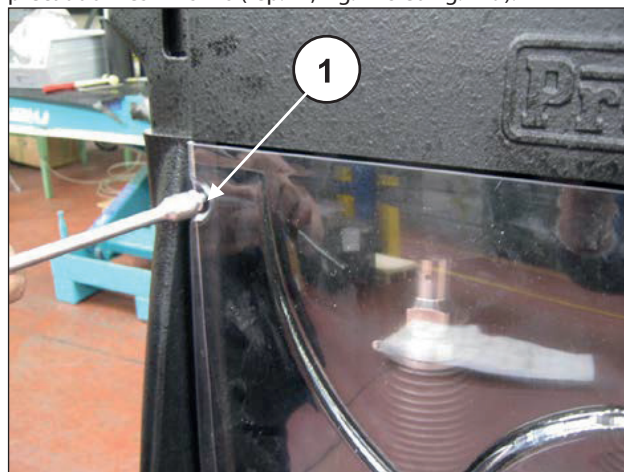
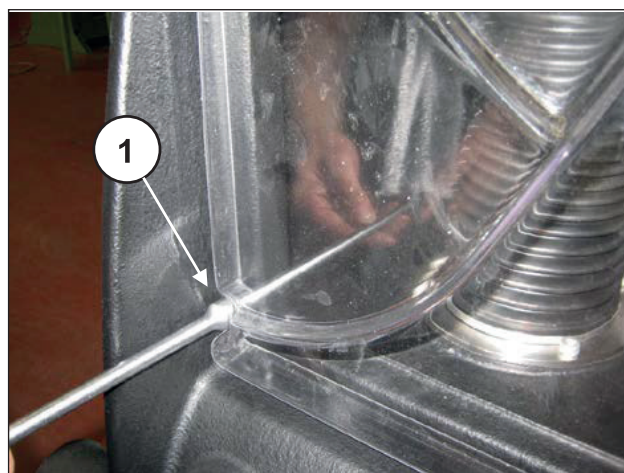

Fig. 218
Fig. 219
Remettre en place le couvercle d'inspection en vissant avec précaution les 4 vis M6 (rep. ①, Fig. 218 et Fig. 219).